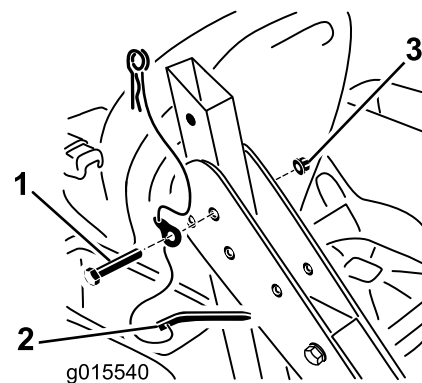

Figura 4
3. Sujete la barra anti-vuelco a los soportes según se muestra en Figura 4. Deje los pernos con suficiente holgura para que la barra antivuelco pueda girar libremente.